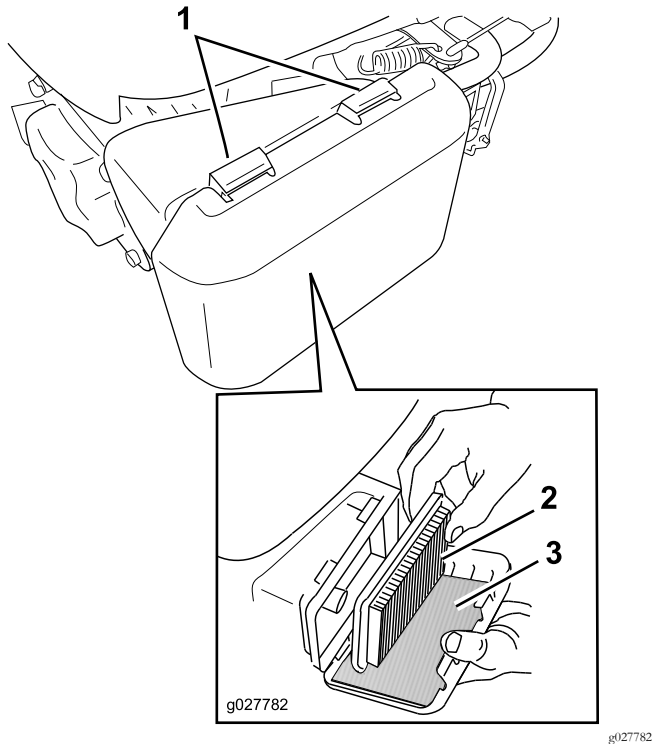

Figura 26
1. Presione hacia abajo los cierres de la parte superior de la tapa del filtro de aire (Figura 26).
3. Retire el filtro de aire de papel y el pre-filtro de gomaespuma (Figura 26).